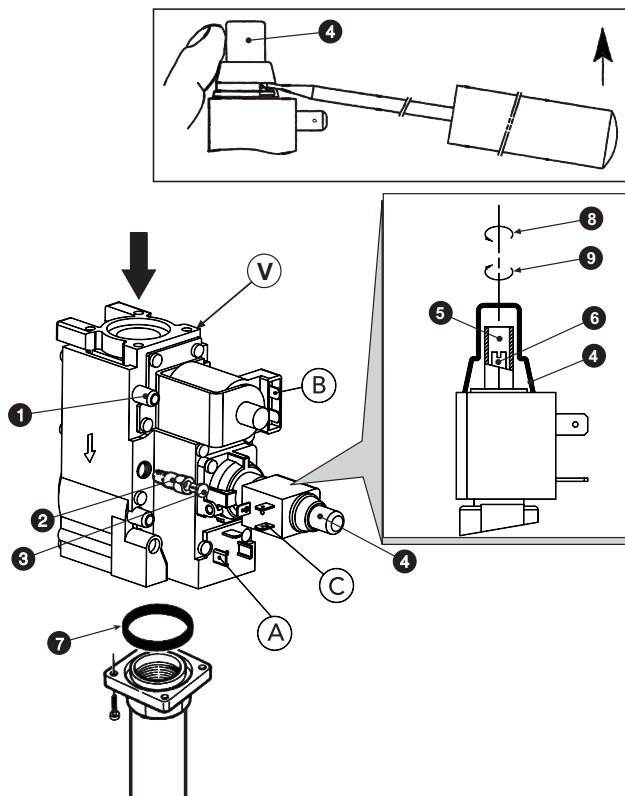

рис. 4 - Перенастройка котла на другой вид газа
Операции регулировки давления должны выполняться при работающем котле с помощью соответствующих регуляторов, установленных на 2-ступенчатых газовых клапанах (см. рис. 4)
3. Снимите защитную крышку регулятора давления 4 на рис. 4.
1. Медленно поверните ручку регулировочного термостата по часовой стрелке до 1-го щелчка; таким образом обеспечивается подача газа в отверстия А, В и С газового клапана (см. рис. 4).
2. Регулируйте давление с помощью винта 6 на рис. 4 и проверьте его соответствие со значениями, приведенными в таблице технических данных на sez. 5.3.
1. Поверните ручку термостата регулировки до максимума; таким образом обеспечивается подача газа в отверстия А, В и С газового клапана (см. рис. 4).
2. Регулируйте давление с помощью винта 5 на рис. 4 и проверьте его соответствие со значениями, приведенными в таблице технических данных на sez. 5.3.
2. Снимите с газового клапана маленький колпак 3 (рис. 4), установите на клапан регулятор "STEP" зажигания 2, находящийся в комплекте перенастройки, и наденьте на него колпак 3.
Осуществляется выполнением описанных выше операций, сняв регулятор зажигания "STEP" 2 на рис. 4 с газового клапана и установив колпак 3 на рис. 4 непосредственно на клапан.